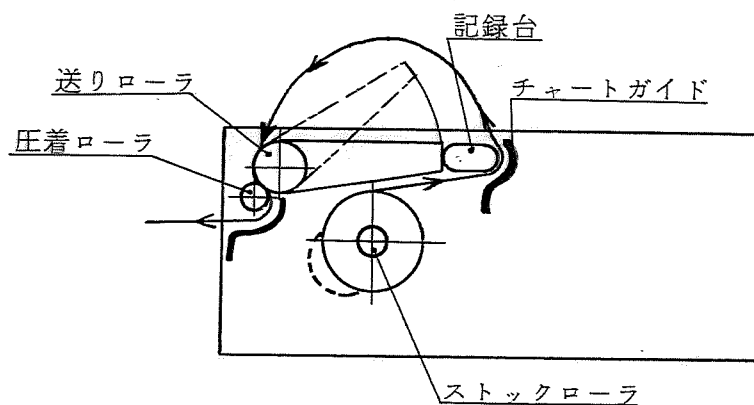

図 2-3
- 6) 機内にストックした記録紙を図 2-3の様にチャートガイドと記録台の間を通した後、記録板を閉めて下さい。次に記録紙を送りローラと圧着ローラの間を通して引出して下さい。
- ・ストックローラのフランジ(B) はゆるんでいませんか。
- ・ストックされたロール紙にたるみ（図 2-3の点線）がないように記録紙を外に充分引き出して下さい。